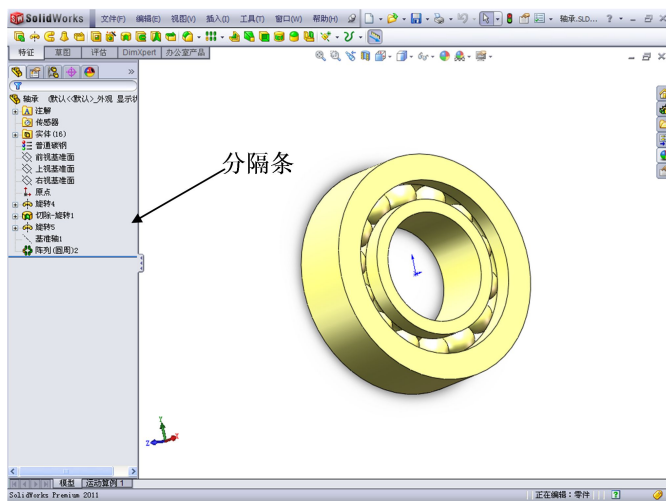

图 1-20 分隔条
(5) 分隔条：分隔条可控制【属性管理器】窗口的显示，将【属性管理器】与图形区域分开。如果将其来回拖动，则分隔条在【属性管理器】显示的最佳宽度处捕捉到位。当用户生成新文件时，分隔条在最佳宽度处打开。用户可以拖动分隔条以调整【属性管理器】的宽度，如图 1-20 所示。